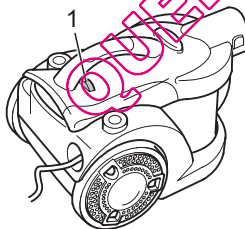

Abb. 11
6. Stellen Sie am Saugleistungsregler (Abb. 11/1) die Saugleistung ein.